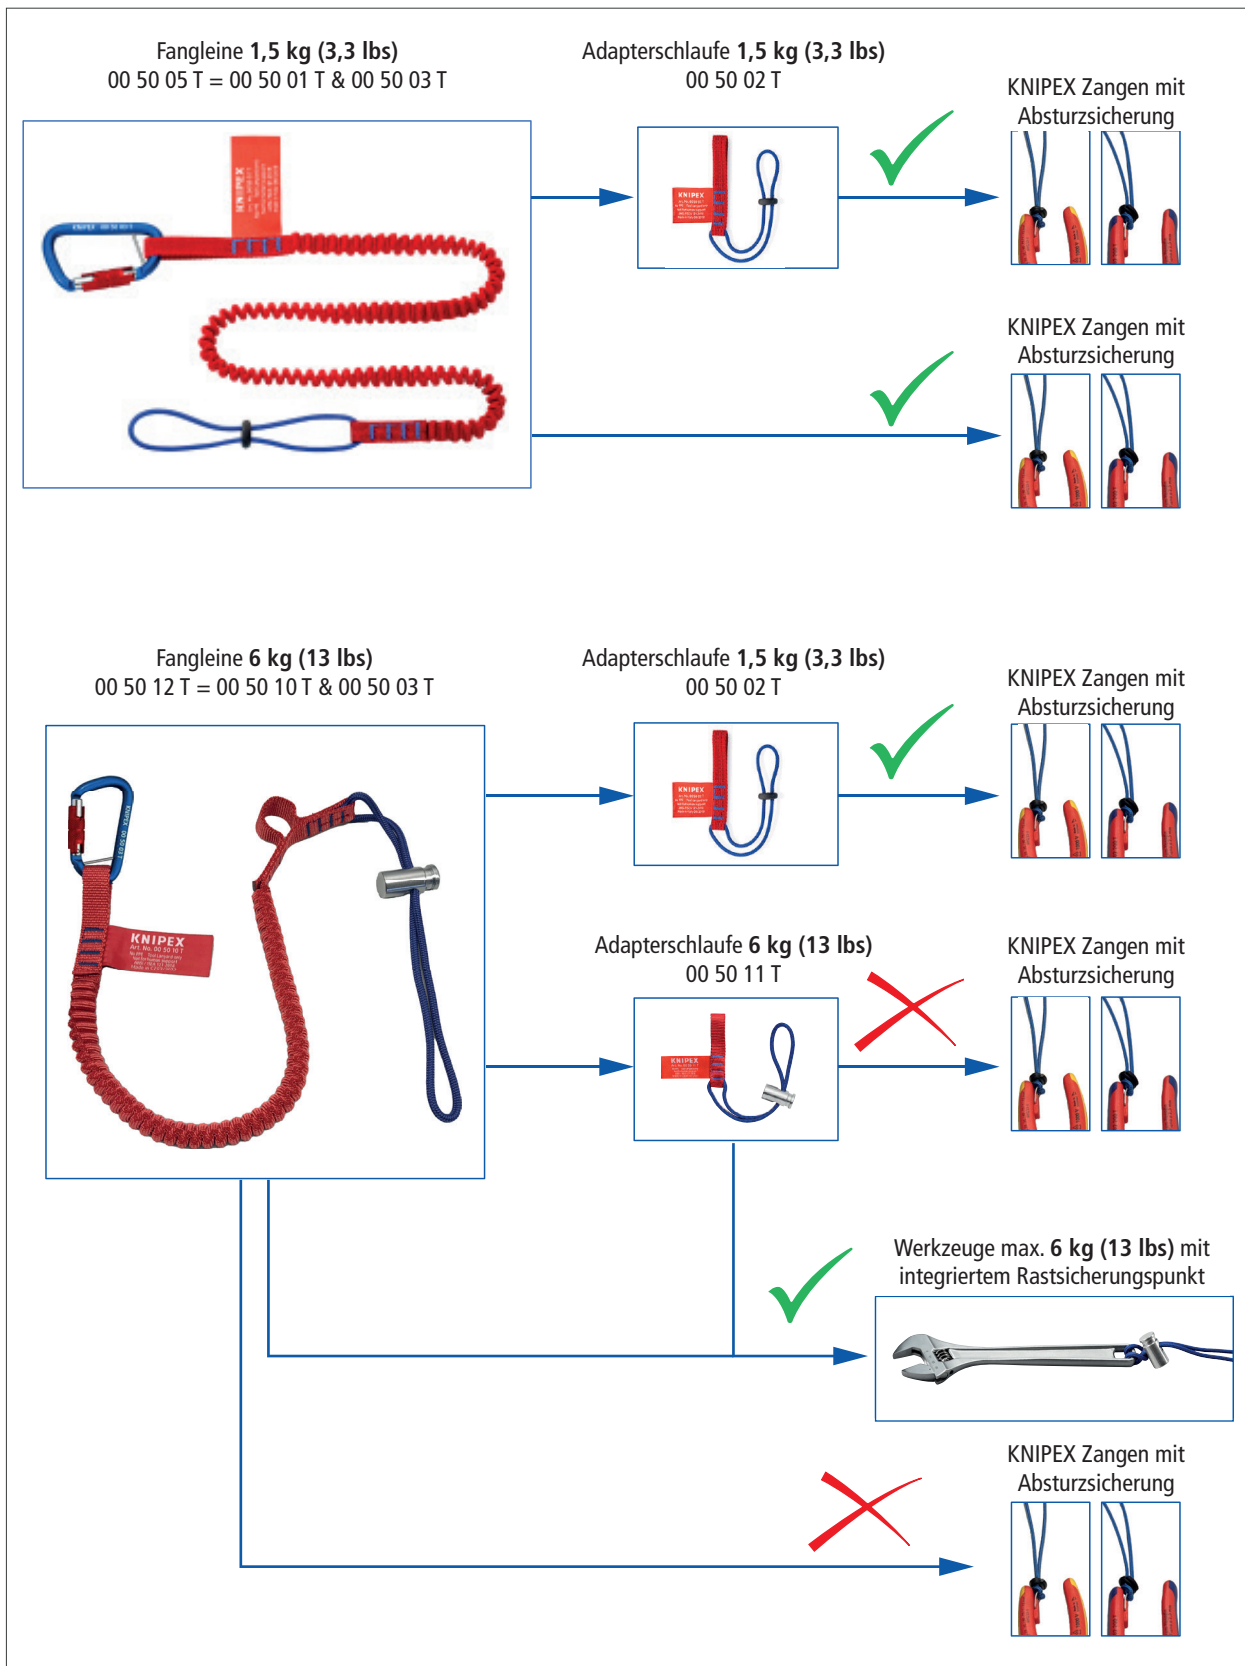

Abb. 5: Kompatibilität mit KNIPEX Werkzeugen mit Absturzsicherung
- Bei Befestigen eines KNIPEX Werkzeugs mit einem Sicherungspunkt an Ihrer Fangleine oder Adapterschleife überprüfen (Abb. 5), ob Ihre Fangleine oder Adapterschleife kompatibel ist.
- Um ein KNIPEX Werkzeug mit Absturzsicherung an einer 6 kg (13 lbs) Fangleine (KNIPEX 00 50 10 T) zu befestigen, muss die 1,5 kg (3,3 lbs) Adapterschleife (KNIPEX 00 50 02 T) (Abb. 5) verwendet werden. (Die Kordel der 6 kg (13 lbs) Version ist zu dick, um durch den Sicherungspunkt am Werkzeug geführt zu werden).